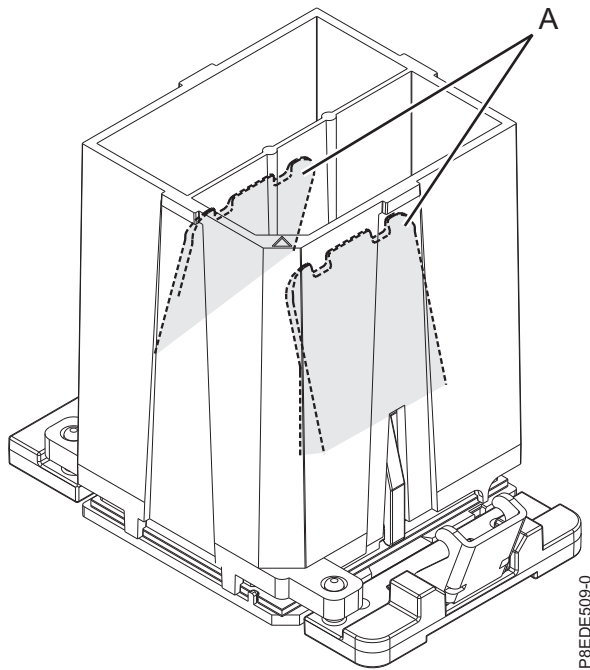

Figura 130. Extracción de la herramienta del módulo del procesador del sistema
- c. Una vez alineadas correctamente las patillas de guía y los orificios del módulo del procesador del sistema y la herramienta, presione las dos pestañas de sujeción azules (**A**) y manténgalas presionadas hasta que se alcance un tope firme, como se muestra en la Figura 130 en la página 115. A continuación, levante la herramienta para sacarla del módulo del procesador del sistema.